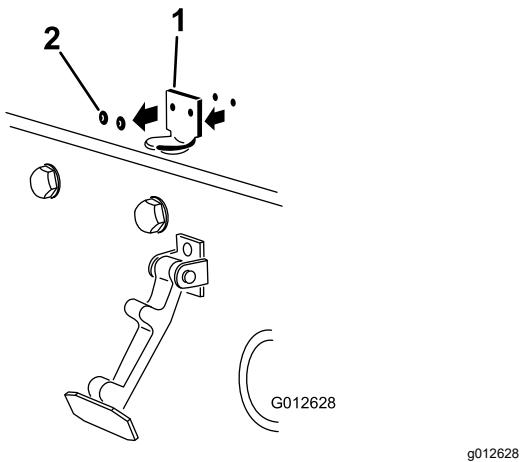

Figure 15
- Retirez les (2) rivets qui fixent le support du loquet au capot (Figure 15) et déposez le support du capot.